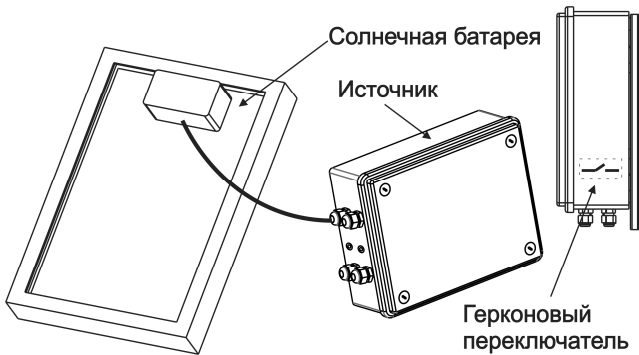
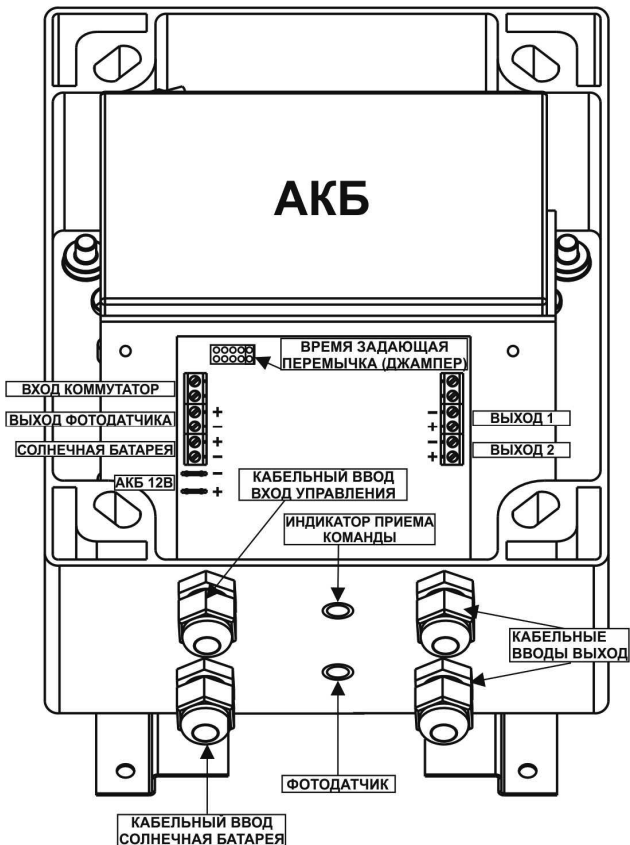

Рисунок 1 – общая схема подключения изделия к СБ
Рисунок 2 - вид изделия со снятой крышкой
положением времязадающей перемычки-джампера (см. таблицу 2 и рисунок 2), этот выход также отключается при отключении АКБ по разряду);
Изделие представляет собой устройство питания нагрузки от АКБ, заряжаемой от солнечной батареи, и размещенное в пластиковом корпусе, состоящем из днища и крышки (см. рисунок 1). АКБ устанавливается внутри корпуса.
Источник имеет четыре клеммные колодки для подключения входных и выходных проводных соединений, а так же клеммную колодку для подключения фотодатчика и клеммы для подключения АКБ, расположенные внутри источника (см. рисунок 2).
Источник оснащен герконовым переключателем, расположенным с внутренней стороны днища источника и светодиодным «ИНДИКАТОРОМ ПРИЕМА КОМАНДЫ» (см. рисунок 2).
Источник оснащен герконовым переключателем, предназначенным для запоминания порога освещенности, соответствующего включению выходов. Процесс запоминания инициируется поднесением магнита к месту расположения герконового переключателя (см. рисунок 1). При кратковременном замыкании происходит запоминание текущего уровня освещенности как порога «ДЕНЬ-НОЧЬ». Мигание светодиода «ИНДИКАТОР ПРИЕМА КОМАНДЫ» в течении 4...5 сек подтверждает запись (см. рисунок 2).
Выполните подключение внешних цепей к изделию в соответствии с назначением клемм подключения (см. рисунок 2) в следующей последовательности:
- Подвод соединительных линий осуществляется через кабельные вводы «ВЫХОД», «ВХОД УПРАВЛЕНИЯ» и «СОЛНЕЧНАЯ БАТАРЕЯ» (см. рисунок 2), которые расположены на нижней стенке корпуса изделия;
- Подключите аккумуляторную батарею (см. рисунок 2) к клеммам «АКБ» с учетом полярности (красный провод – к клемме «плюс» АКБ).
- Настройте порог срабатывания по уровню освещенности (подстраивается герконовым переключателем расположенным с внутренней стороны днища источника справа (см. рисунок 1)), для этого необходимо поднести магнит к месту расположения герконового переключателя, кратковременное замыкание
- Мигание светодиода «ИНДИКАТОРА ПРИЕМА КОМАНДЫ» в течении 4...5 сек подтверждает запись (см. рисунок 2).
При низком уровне освещенности СБ не происходит переключение в автономный режим работы от АКБ.	а) Не настроен порог срабатывания фотодатчика по уровню освещенности. Настроить порог срабатывания по уровню освещенности, посредством герконового переключателя (см. рисунок 1); б) Проверить соединение на клеммах аккумулятора, обнаруженные неисправности устранить. в) Проверить напряжение на клеммах АКБ, при напряжении менее 11,0 В аккумуляторную батарею поставить на зарядку или заменить.